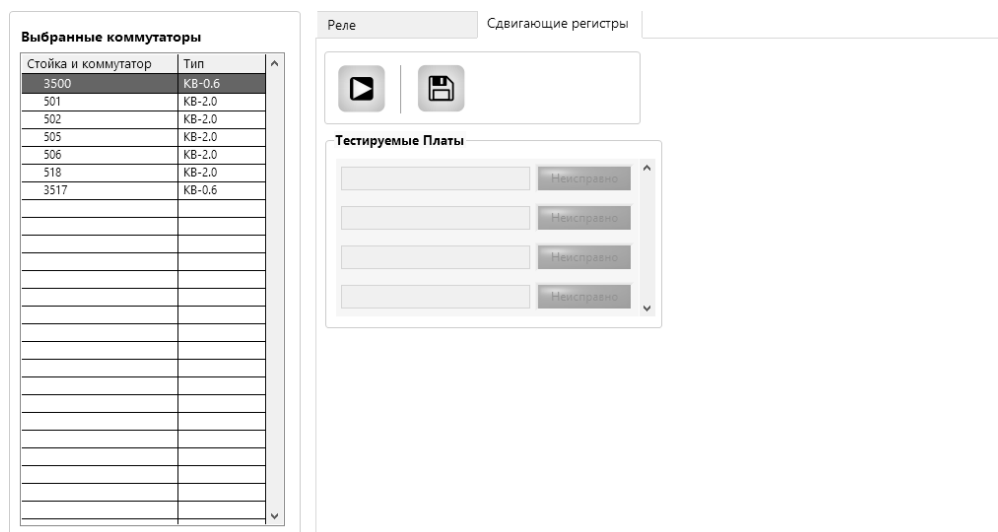

Рисунок 71 – Режим контроля регистров
– выбрать вкладку «Сдвигающиеся регистры» (см. рисунок 71);